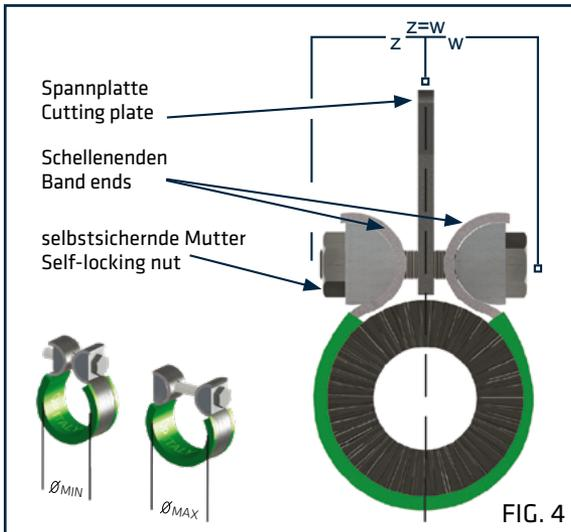

FIG. 4
3. Ziehen Sie nun die Schraube der Schelle soweit fest, dass die Kunststoffmanschette im Inneren der Schelle komplett am Schlauch anliegt und sich die Schelle nicht mehr bewegt. Achten Sie dabei darauf, dass die Schellenenden die Spannplatte nicht blockieren. Ziehen Sie nun die mitgelieferte selbstsichernde Mutter fest (Abbildung 4), da dies eine korrekte Klemmung an der Außenfläche des Schlauches und die Ausdehnung des Schlauches während des Arbeitszyklus ermöglicht;
3. Fasten the band screw until the internal seal is in perfect contact with the hose and the clamp is blocked, ensuring that the ends of the clamp do not grip the cutting plate. Then fix the system in position using the self-locking nut provided (figure 4), as this will allow a correct clamp adhesion to the external surface of the hose and the swelling of the hose during its working cycle;
- Ziehen Sie nun die Schraube der Schelle soweit fest, dass die Kunststoffmanschette im Inneren der Schelle komplett am Schlauch anliegt und sich die Schelle nicht mehr bewegt. Achten Sie dabei darauf, dass die Schellenenden die Spannplatte nicht blockieren. Ziehen Sie nun die mitgelieferte selbstsichernde Mutter fest (Abbildung 4), da dies eine korrekte Klemmung an der Außenfläche des Schlauches und die Ausdehnung des Schlauches während des Arbeitszyklus ermöglicht.
*Fasten the band screw until the internal seal is in perfect contact with the hose and the clamp is blocked, ensuring that the ends of the clamp do not grip the cutting plate. Then fix the system in position using the self-locking nut provided (figure 4), as this will allow a correct clamp adhesion to the external surface of the hose and the swelling of the hose during its working cycle.*